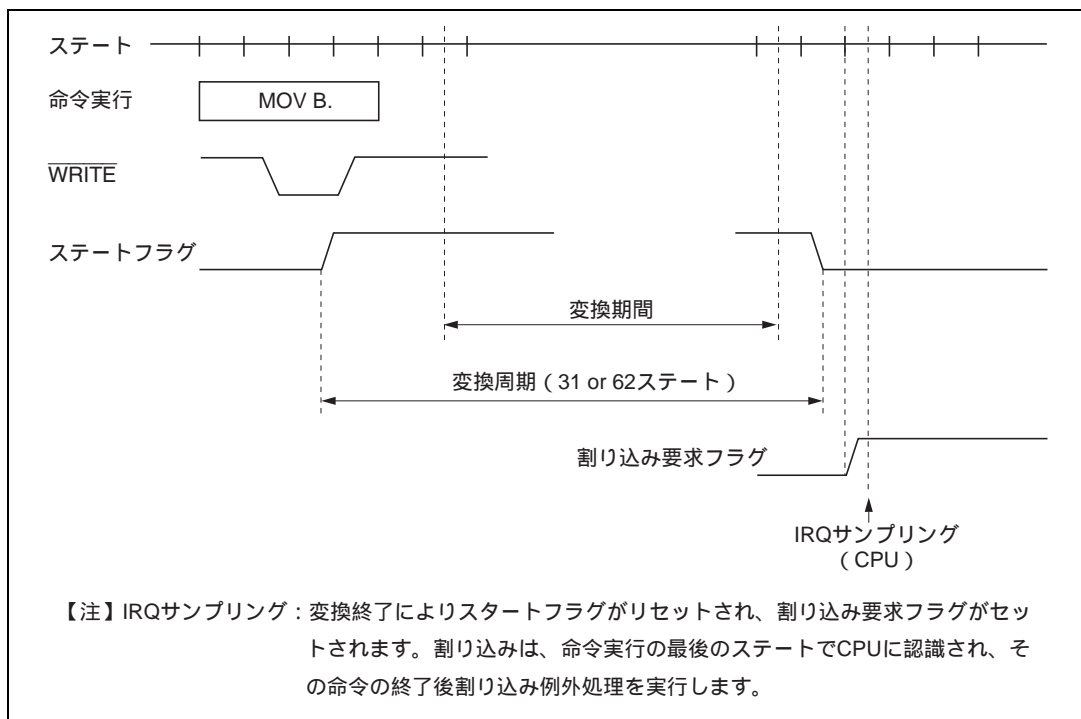

図 10.2 A/D 変換器の内部動作
*2 ADSR の ADSF フラグに 1 をライトしてから A/D 変換がスタートします。変換周期はスタートフラグがセットされてから、変換終了によりリセットされるまでの時間を変換周期としています。実際にサンプル&ホールドを繰り返す期間は、図 10.2 に示す変換期間で実行されます。